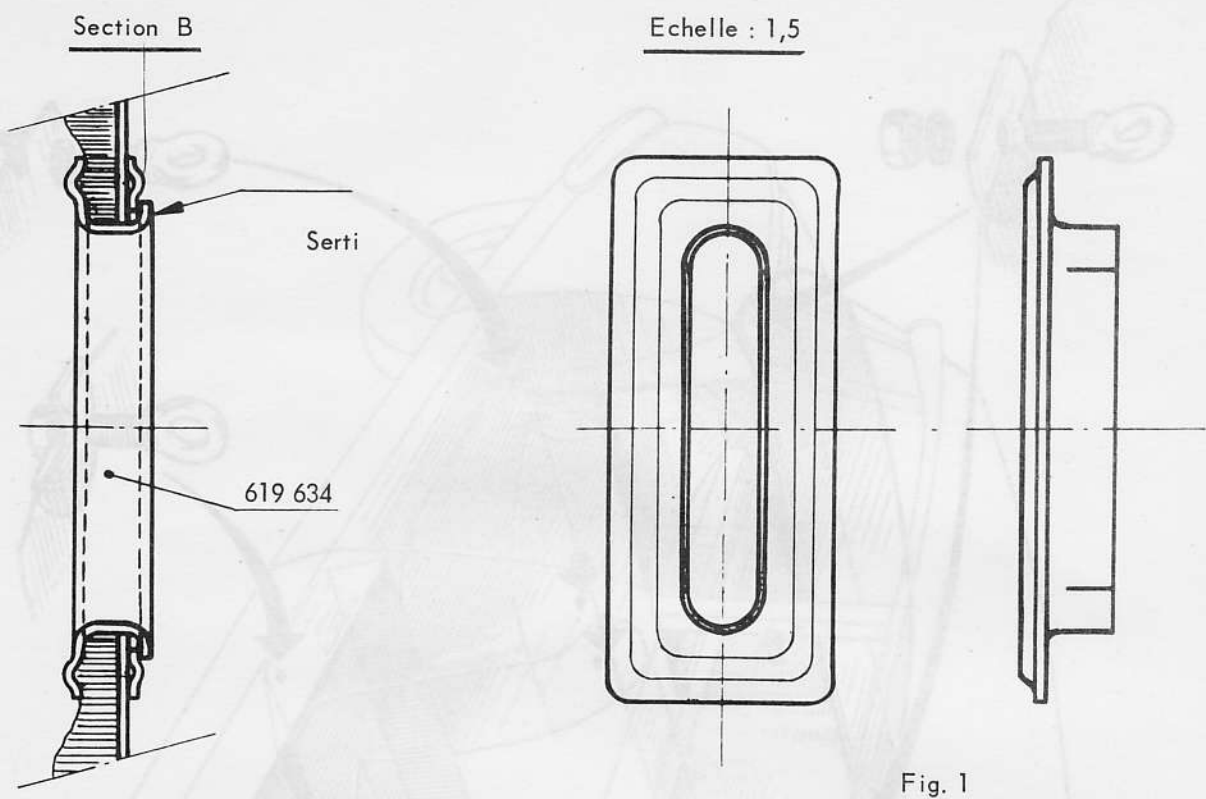

Fig. 1
- 7°) Réaliser dans chaque arrondi de la partie mâle à rabattre des œillets, deux fentes d'environ 2 mm de profondeur, comme indiqué fig. 1. Présenter les œillets dans les encoches du tapis, la partie mâle sur la face extérieure du tapis.